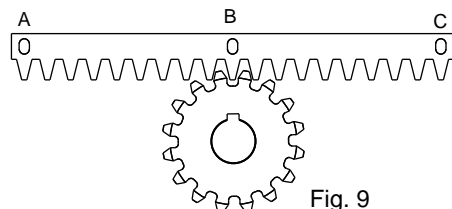
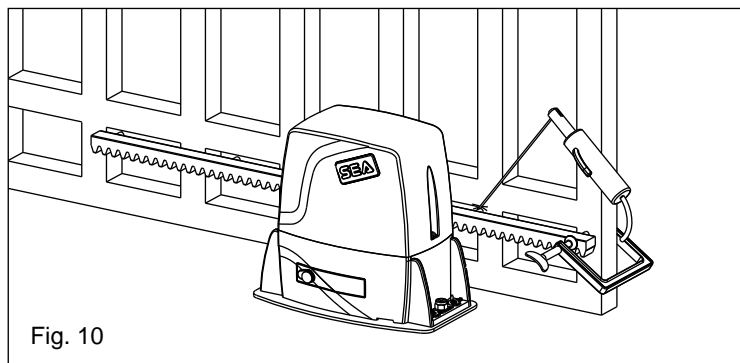

Fig. 9
Fig. 10
**6.3.** appoggiare l'elemento di cremagliera al pignone dentato del motoriduttore in modo che risulti parallela alla guida a pavimento del cancello e posizionandolo come in Fig. 9 e puntare con elettrosaldatura il nottolino centrale B alla struttura del cancello (Fig. 10).